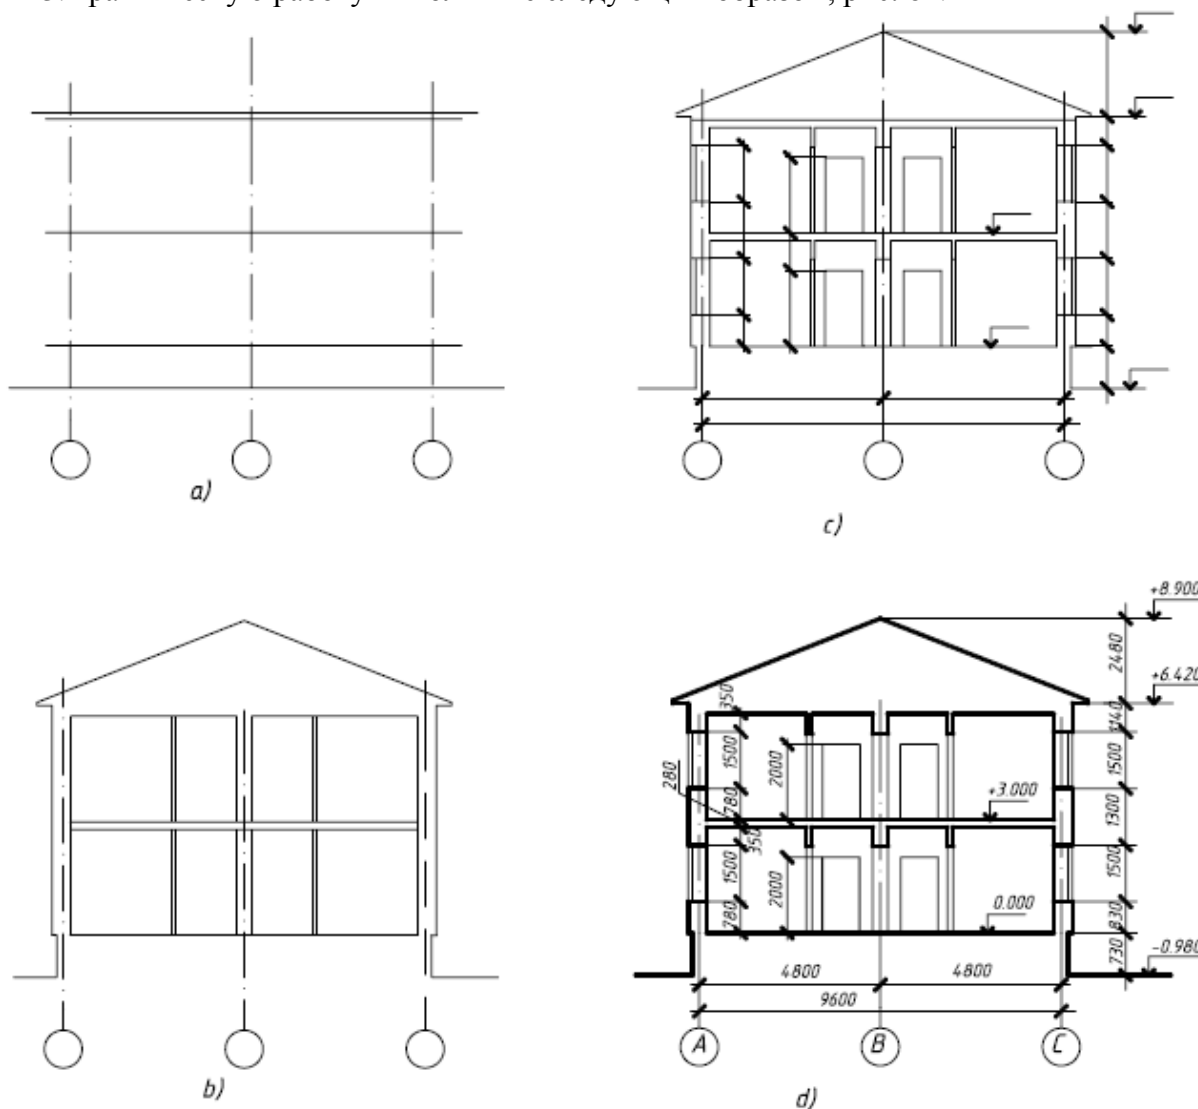

Рисунок 64 - Последовательность выполнения разреза здания
3. Практическую работу выполняйте следующим образом, рис. 64: